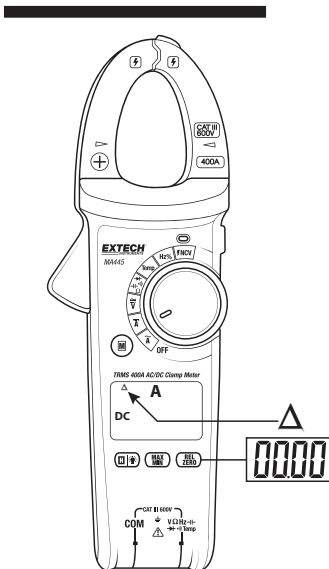
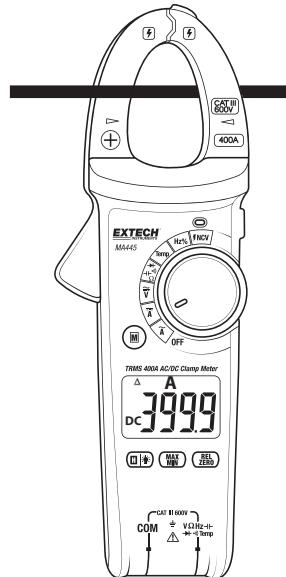

Fig. 3 – Azzeramento DCA prima della misurazione
Fig. 4 – Misurazione DCA
3. Azzerare qualsiasi magnetismo residuo premendo e tenendo premuto il pulsante **REL ZERO** con nessun conduttore nelle morse. Si vedano le Fig. 3 e Fig. 4